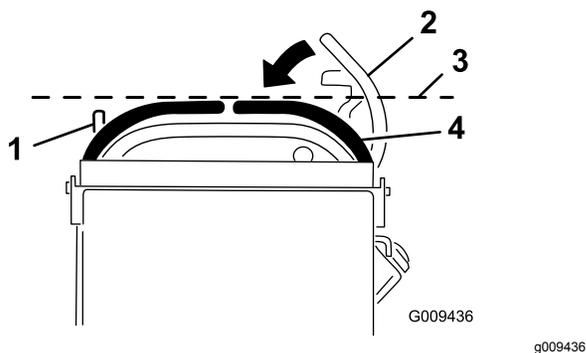

図 64
3. 右側走行コントロールレバーを、ニュートラルロック位置から運転位置へ降ろす 図 64。
4. 右側走行コントロールレバーと左側走行コントロールレバーの水平整列状態を見る 図 64。